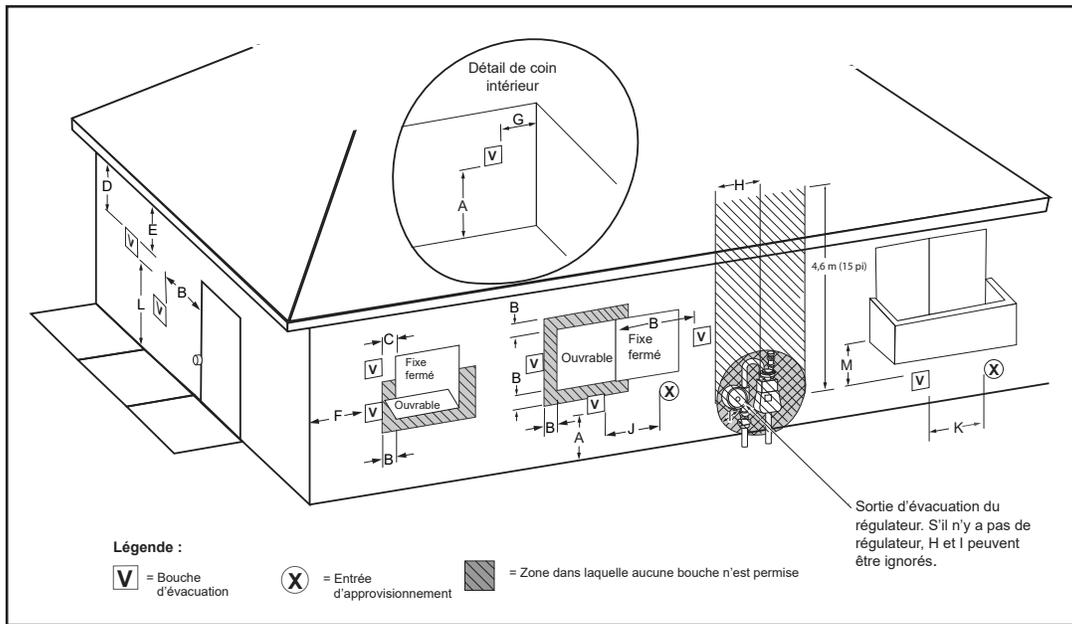

Figure 28. Évacuation à ventouse murale utilisant l'air extérieur
3. Pour installer la tuyauterie d'admission d'air et d'évacuation dans une configuration à ventouse à travers un mur, s'assurer que tous les dégagements muraux extérieurs prescrits pour les bouches d'évacuation et d'admission d'air, illustrés à la **Figure 28** (page 29), sont bien respectés. Ces dégagements et ceux cités par les codes locaux et nationaux doivent être maintenus.